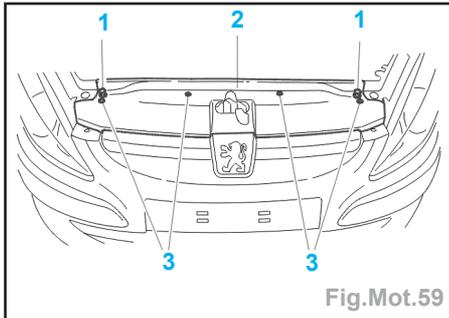
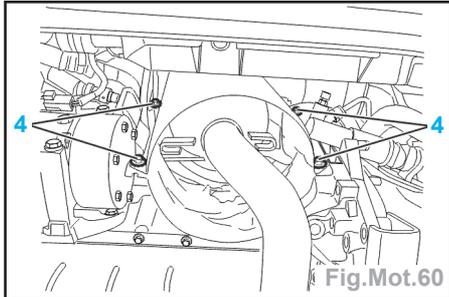

Fig.Mot.59
Fig.Mot.60
- Dévisser les vis (1) de la cassette de refroidissement (2) (Fig.Mot.59).
- Déposer les pions (3) de la calandre.
- Soulever et basculer la cassette (2) vers l'avant du véhicule.
- Dévisser les 6 vis de fixation (4) de l'écran thermique (Fig.Mot.60).